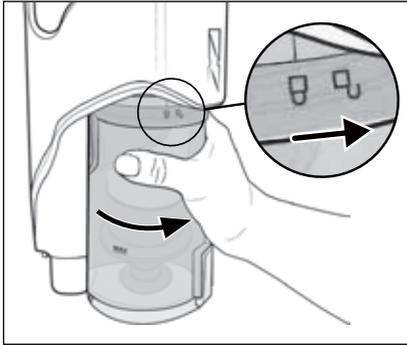

Fig. 23
- 8) Vuelva a colocar el depósito de polvo **7** en el aparato y gírelo hacia el símbolo  (cerrar) hasta que quede firmemente montado en el aparato (consulte la fig. 23).